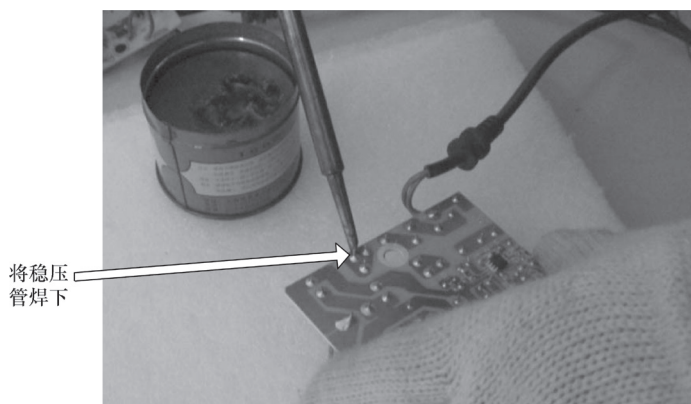

图 6-14 更换 VD2
6) 将稳压管 VD2 焊下，如图 6-14 所示，更换后故障消除。